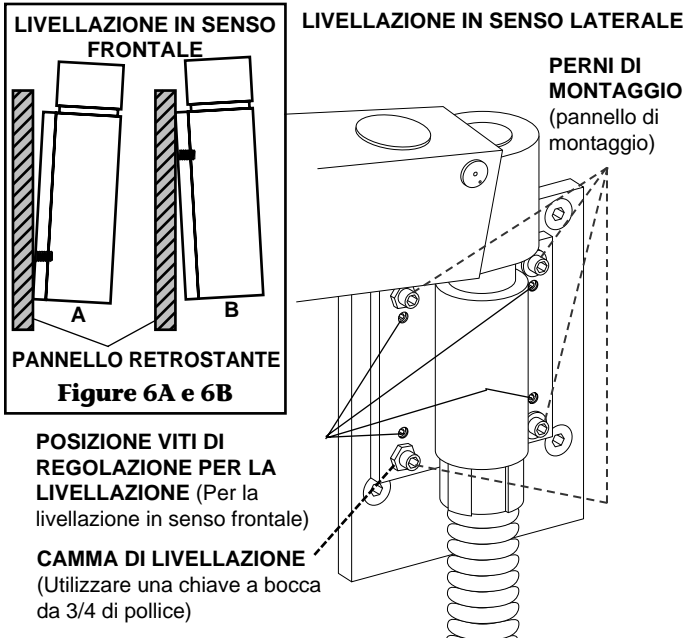

Figura 6. Livellazione del sistema montato a muro
Il sistema presenta due viti di regolazione per la livellazione. Queste viti si trovano nei fori delle viti di livellazione superiori oppure in quelli inferiori (vedere la Figura 6).
3. Utilizzando una chiave a bocca da 3/4 di pollice, ruotare gradualmente la camma di livellazione (vedere la Figura 6) finché la regolazione è soddisfacente.